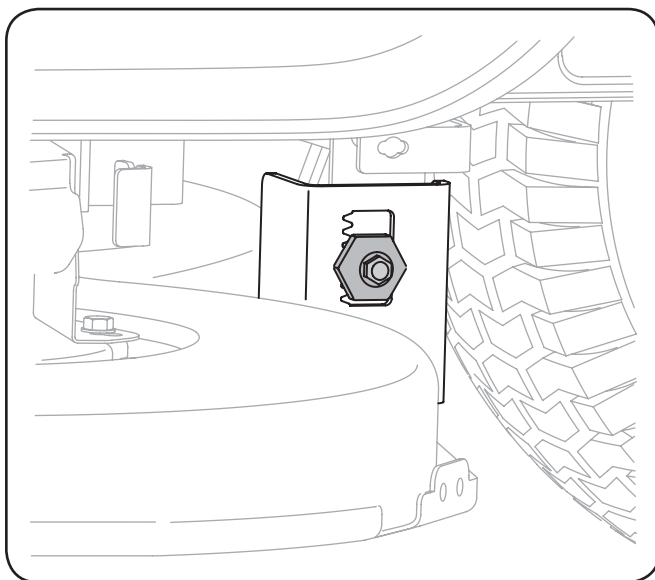

Figura 6-4
3. Afloje, pero NO extraiga, el tornillo de cabeza hexagonal ubicado en la ménsula de suspensión izquierda de la plataforma. Vea la Figura 6-4.